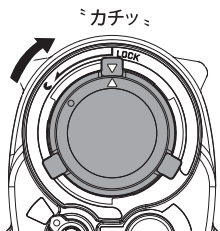

図4
- 7 バッテリーキャップの[▽]を、時計方向にまわして[△]の位置に合わせる(図4)